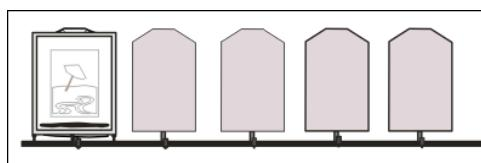

Imagen 313
- 2- Apoyar la matriz del color negro en el riel y el tope, deben estar en contacto los tres pernos del bastidor (Imagen 313)